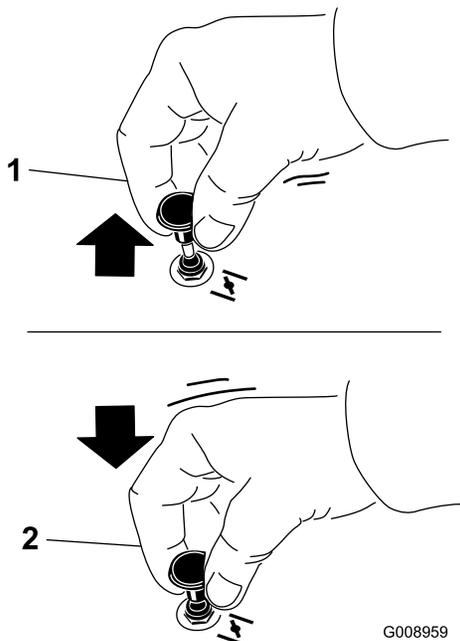

Figura 23
1. Tire hacia arriba del mando para engranar el estérter antes de usar el interruptor de encendido (Figura 23).
2. Presione hacia abajo sobre el mando del estérter para desactivar el estérter cuando el motor haya arrancado (Figura 23).